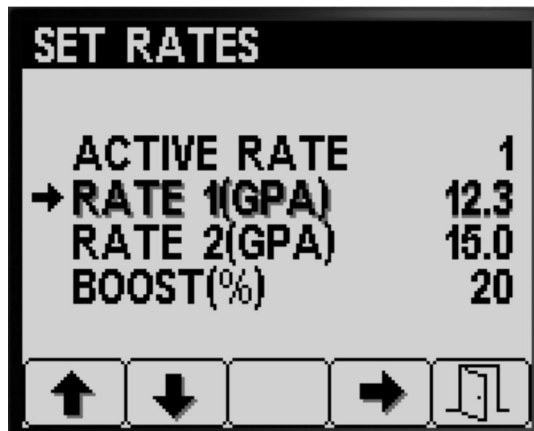

Figura 6
1. Apăsai butonul 1 sau 2 pentru a naviga la opțiunile RATE 1 (rata 1) sau RATE 2 (rata 2) (Figura 6).
2. Apăsai butonul 4 pentru a selecta opțiunea RATE (rată) pentru pulverizator (Figura 6).